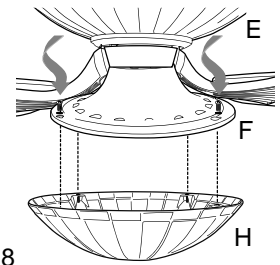

Fig. 8
8. Quite un tornillo de por dentro de la pantalla de vidrio (H) y afloje parcialmente los otros tres tornillos. Alinee los tres tornillos aflojados en la pantalla de vidrio (H) con los agujeros con ranura en el conector para la pantalla (F). Gire el conector para el juego de luz (G) para cerrarlo. Vuelva a introducir el tornillo que se quitó anteriormente y apriete bien los cuatro tornillos con destornillador Phillips. [Fig. 8]